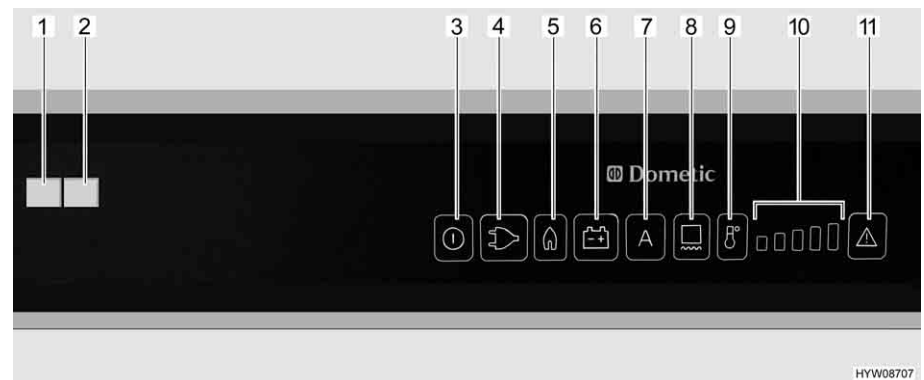

Fig. 195 Boutons de commande pour le réfrigérateur (Dometic RMD)
Quand le mode de fonctionnement est réglé sur "AES", qu'**aucune** alimentation 230 V n'est raccordée et que le moteur du véhicule est à **l'arrêt**, l'AES choisira l'alimentation en gaz. Dès que le fonctionnement au gaz est activé, la veilleuse de sécurité s'ouvre automatiquement, de sorte que le gaz peut arriver au brûleur. En même temps, l'allumage électronique est connecté. Si la flamme s'éteint, p. ex. en raison d'un courant d'air, l'allumage s'active automatiquement et rallume le gaz. En cas de dérangement du régime au gaz, les touches lumineuses "Gaz" (Fig. 195,5) et "Dérangement" (Fig. 195,11) clignotent. Le voyant de contrôle "Dérangement" (Fig. 195,1) s'allume et une alarme acoustique retentit pendant 20 secondes.
Lorsque le réfrigérateur est mis en marche, il choisit automatiquement la température moyenne du thermostat. Ce réglage peut cependant être corrigé manuellement à l'aide de la touche de sélection du degré de température (Fig. 195,9). Les voyants de contrôle (Fig. 195,10) indiquent le réglage du thermostat sélectionné. La température de réfrigération des trois types d'énergie se règle avec la touche de sélection du degré de température. Il faudra attendre quelques heures jusqu'à ce que le réfrigérateur ait atteint sa température normale de réfrigération. Il garde toutefois son réglage de température lorsqu'on change d'un mode à un autre. La température de réfrigération est maintenue indépendamment du type d'énergie choisi.
- Régler le chauffage du cadre pour une durée de 2 heures : Appuyer une fois sur la touche (Fig. 195,8). Une barre d'affichage des degrés de température (Fig. 195,10) s'allume.
- Régler le chauffage du cadre pour une durée de 5 heures : Appuyer deux fois sur la touche (Fig. 195,8). Deux barres d'affichage des degrés de température (Fig. 195,10) s'allument.
- Régler le chauffage du cadre sur fonctionnement permanent : Appuyer trois fois sur la touche (Fig. 195,8). Trois barres d'affichage des degrés de température (Fig. 195,10) s'allument.
L'affichage des degrés de température (Fig. 195,10) indique pendant quelques secondes la durée de fonctionnement du chauffage du cadre.
En cas de températures extérieures élevées et d'humidité importante de l'air, il est possible que des gouttes d'eau se forment au niveau du cadre métallique du compartiment congélation. C'est pourquoi le réfrigérateur est équipé d'un chauffage du cadre pour le compartiment congélation. En cas de températures extérieures élevées et d'humidité importante de l'air, allumer le chauffage du cadre grâce à la touche (Fig. 195,8). Ceci permet d'éviter la corrosion. Lorsque le chauffage du cadre est activé, la touche lumineuse (Fig. 195,8) est allumée.
- Appuyer sur la touche Marche/Arrêt (Fig. 195,3) pendant env. 2 secondes. Le réfrigérateur s'enclenche, le dernier type d'énergie choisi ou "AES" est indiqué.
- Régler la température de réfrigération souhaitée à l'aide de la touche de sélection du degré de température (Fig. 195,9). Les voyants de contrôle (Fig. 195,10) indiquent le réglage du thermostat sélectionné.
- Appuyer sur la touche Marche/Arrêt (Fig. 195,3) pendant env. 2 secondes. Le réfrigérateur s'éteint, plus aucun indicateur n'est allumé.